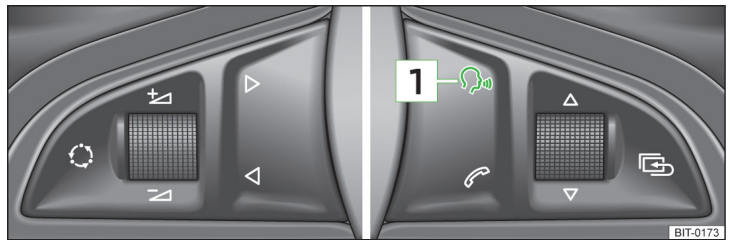

Fig. 85 Volanul multifuncțional: Operarea prin comandă vocală
Prin apăsarea scurtă a tastei **1** » fig. 85 de pe volanul multifuncțional.
Dacă sistemul este în curs de redare a unui mesaj, este necesar să se încheie redarea în curs prin apăsarea tastei **1** » fig. 85 de pe volanul multifuncțional.
- prin apăsarea scurtă a tastei **1** » fig. 85 de pe volanul multifuncțional.